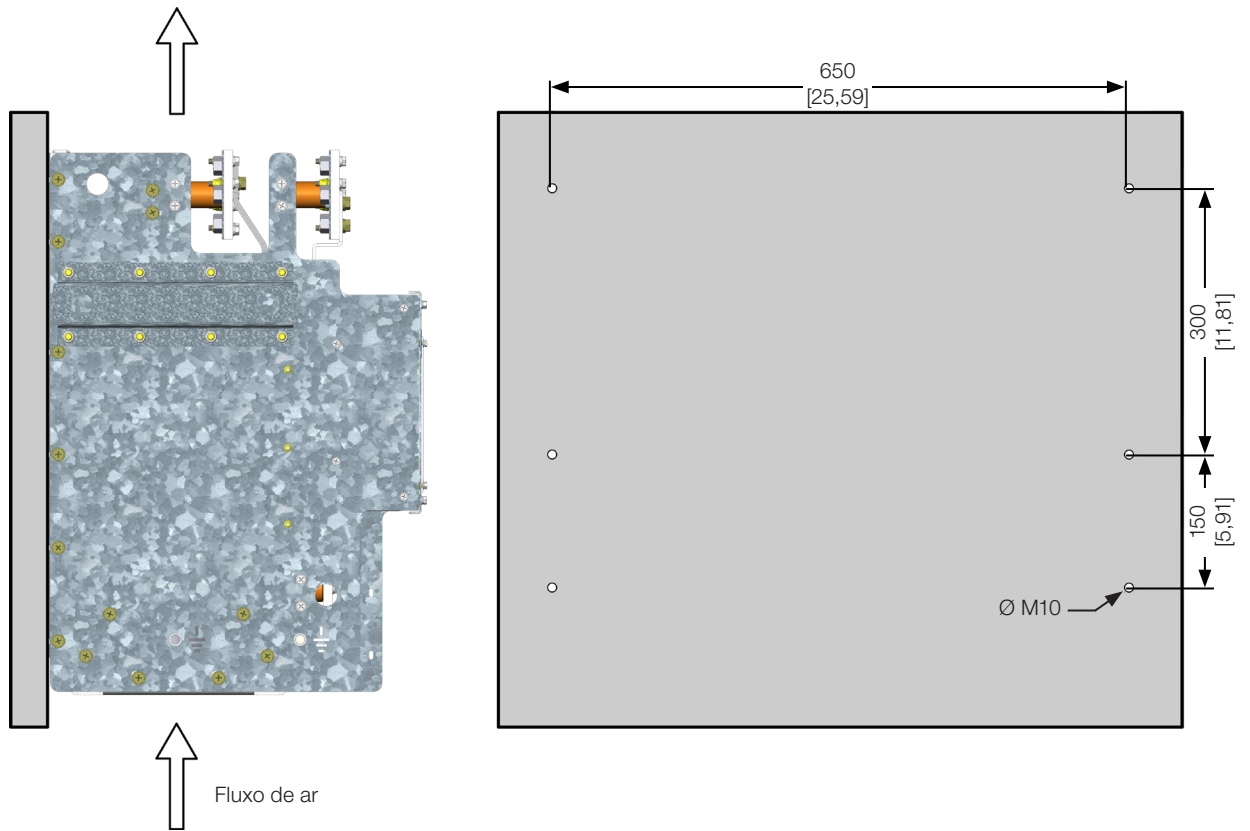

Figura 3.1: Dados para instalação mecânica em mm [in]
Posição dos furos de fixação conforme a Figura 3.1 na página 3-3. Para mais detalhes consulte a Seção 6.3 DADOS MECÂNICOS na página 6-3.
- Posição e diâmetro dos furos de fixação conforme Figura 3.1 na página 3-3.